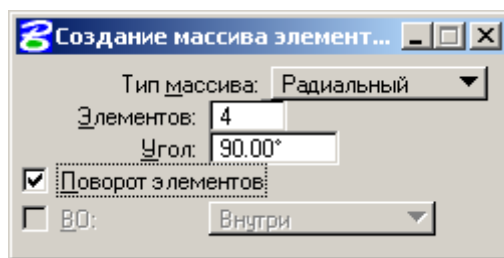

Рисунок 51
- В диалоговом окне *Создание массива элементов* (Рисунок 51) установить следующие параметры: